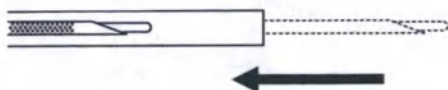

Рисунок 4
- 3 Убедившись в выполнении указанных выше условий, потяните слайдер иглы как можно дальше в проксимальном направлении, удерживая и передвигая стопор иглы, а затем зафиксируйте ручку стопора иглы, повернув ее по часовой стрелке (см. рис. 4 и 5).